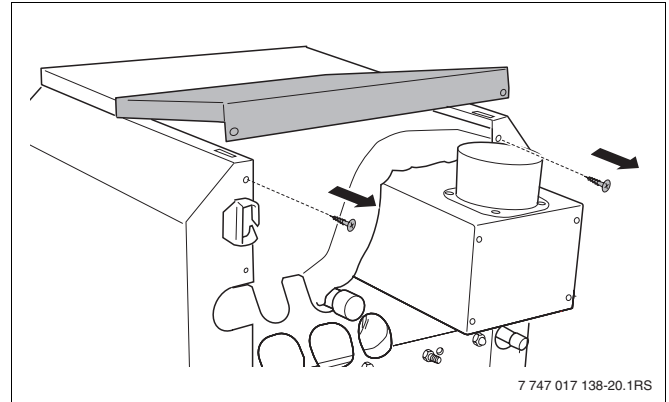

Bild 20 Hintere Kesselhaube abnehmen
- Die beiden Befestigungsschrauben der hinteren Kesselhaube (Bild 20) herausdrehen. Hintere Kesselhaube anheben und nach hinten wegnehmen.